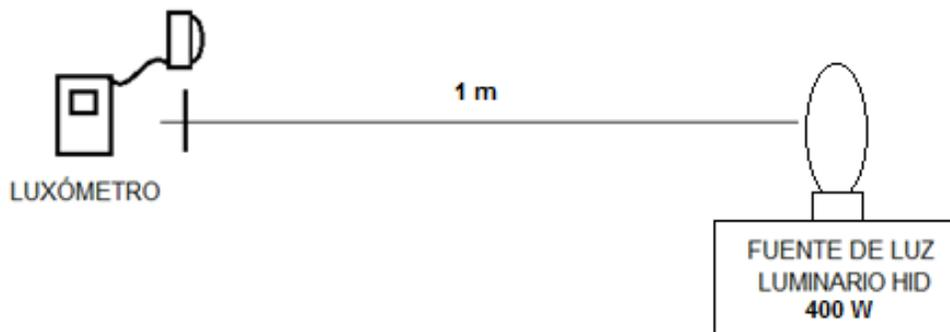

Figura 4. Medición de iluminación a 1 m en diferentes direcciones.
- 2.- Con apoyo de la cinta métrica, use el luxómetro para medir la iluminación en luxes a un metro de distancia en diez diferentes direcciones sobre la cavidad luminosa de la lámpara, como lo muestra la figura 4. Incluya la dirección vertical. Registre las mediciones en la tabla 1.
5.- Con ayuda de la cinta métrica, use el luxómetro para medir la iluminación en foot-candles a un pie (0.3048 m) de distancia en diez diferentes direcciones sobre la cavidad luminosa de la lámpara, como lo muestra la figura 4. Incluya la dirección vertical. Registre las mediciones en la tabla 1 y 2. Repita los puntos 3 y 4.